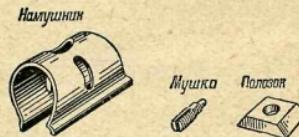

Рис. 4. Мушка
**Мушка** (рис. 4) служит для прицеливания. Она ввинчена в полозок, который укреплён в основании на кожухе. Мушка предохраняется от повреждений намушником.